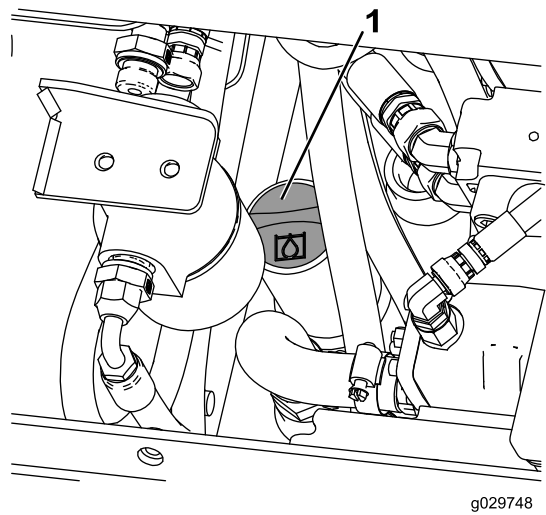

Bild 27
7. Reinigen Sie den Bereich um den Einfüllstutzen des Hydraulikölbehälters (Bild 27).